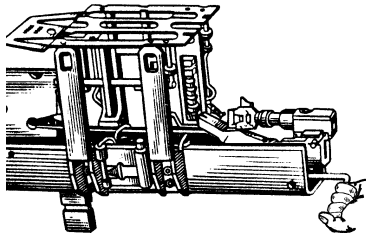

Рис. 116. Від'єднання затворної рами
1.7. Від'єднати затворну раму від ствольної коробки. Для чого здвинути противідскок за відігнутий кінець тяги до упору назад (рис. 116).